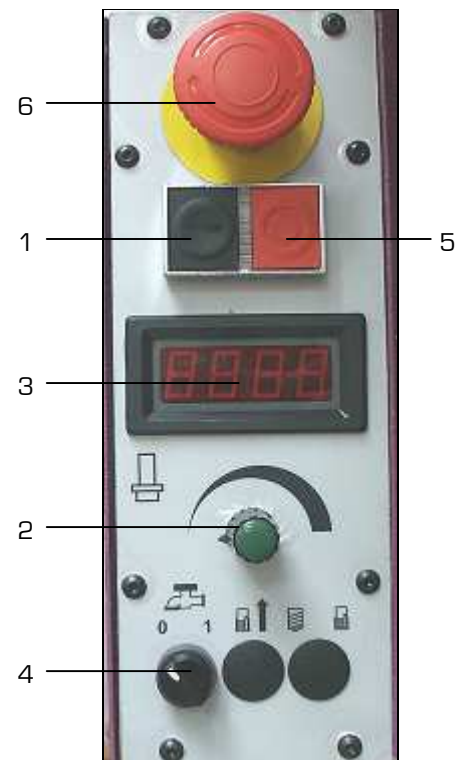

Figure 2
- Appuyer sur le bouton de mise en marche noir « I » (1 fig.2). Le ventilateur du moteur se met à fonctionner.
- Appuyer une seconde fois sur le bouton de mise en marche noir « I » (1 fig.2) pour entraîner la rotation de la broche.
- Augmenter ou diminuer la vitesse en réglant le potentiomètre du variateur (2 fig.2) :
- La vitesse apparaît sur l'affichage digital (3 fig.2).
- Mettre le commutateur sur « 1 » pour l'arrosage (4 fig.2).
- Appuyer sur le bouton d'arrêt rouge « 0 » (5 fig.2).
- Appuyer sur l'arrêt coup de poing à accrochage (6 fig.2).
- Débloquer l'arrêt coup de poing à accrochage (6 fig.2).
- Presser une première fois le bouton de mise en marche noir « I » (1 fig.2) pour faire fonctionner le ventilateur du moteur.
- Presser une seconde fois le bouton de mise en marche noir « I » (1 fig.2) pour entraîner la rotation de la broche.
- Régler la vitesse de rotation de la broche avec le potentiomètre du variateur (2 fig.2) :
- Mettre la lubrification en marche (position « 1 ») avec le commutateur (4 fig.2) et régler le débit avec le robinet situé en amont du tuyau.
- Appuyer sur le bouton d'arrêt rouge « 0 » (5 fig.2)
- Arrêter la lubrification (position « 0 ») avec le commutateur (4 fig.2).
- Mettre la vitesse de rotation à la position mini du potentiomètre du variateur (2 fig.2).
- Bloquer l'arrêt coup de poing à accrochage (6 fig.2).